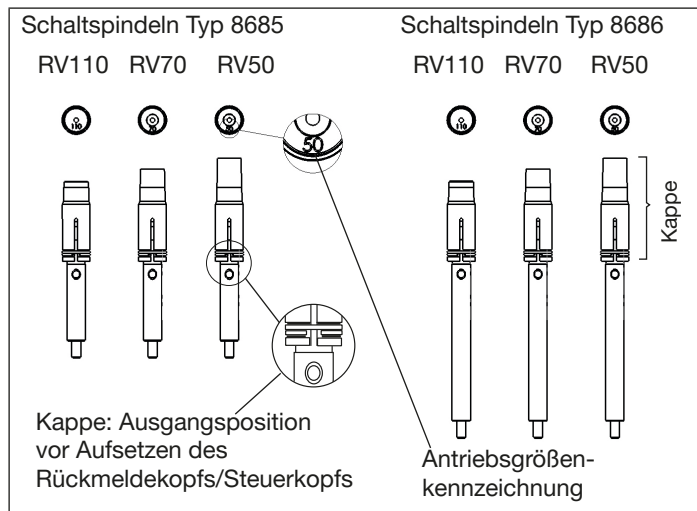

Fig. 5: Kennzeichnung Schaltspindel
- ▶ Nur die zur Antriebsgröße passenden Schaltspindeln verwenden. Die entsprechende Antriebsgrößenkennzeichnung (RV50, RV70, RV110) für die Schaltspindeln sind auf der Stirnfläche der PVC- Kappe eingeprägt (siehe „Fig. 5“).
- Die zur Antriebsgröße passende Schaltspindel wählen (siehe „Fig. 5: Kennzeichnung Schaltspindel“).
- Die Kappen müssen in der Ausgangsposition sein. Wenn nicht: die Kappen in Ausgangsposition bringen (siehe „Fig. 5“)